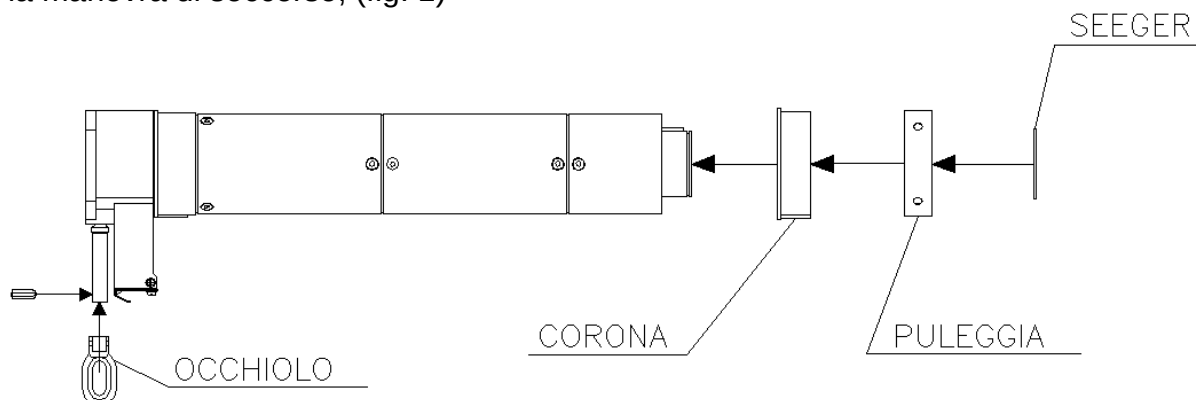

fig. 1
- ▮ Assemblare sul motoriduttore corona, puleggia, anello seeger e, qualora sia previsto, l'occhiolo per la manovra di soccorso; (fig. 1)